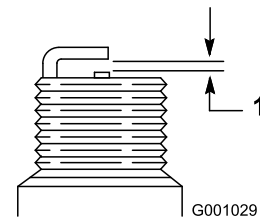

Bild 53
4. Stellen Sie den Abstand der Elektroden an der neuen Zündkerze auf 0,76 mm ein, wie in Bild 53 abgebildet.